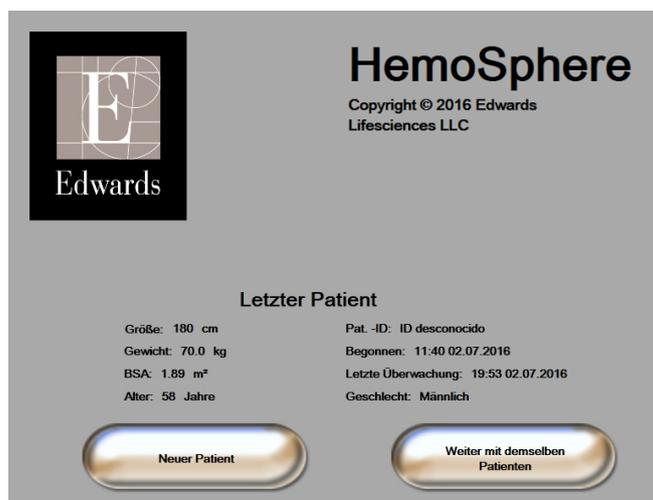

Abbildung 6-1 Bildschirm „Neuer Patient“ oder „Weiter mit demselben Patienten“
Nach dem Einschalten des Systems hat der Anwender die Möglichkeit, die Überwachung des letzten Patienten fortzusetzen oder die Überwachung eines neuen Patienten zu starten. Siehe Abbildung 6-1 unten.
- 1 Nach dem Einschalten des Monitors wird der Bildschirm „Neuer Patient oder weiter mit demselben Patienten“ angezeigt (Abbildung 6-1). Tippen Sie auf die Schaltfläche **Neuer Patient** und fahren Sie mit Schritt 6 fort.
Die ausgewählte **CO/Druck-Mittelungszeit** wirkt sich auf die Mittelungszeit und die Aktualisierungsrate der Anzeige von CO und anderen Parametern aus. In Abbildung 6-1 unten wird aufgeführt, wie sich die Auswahl der Mittelungszeit auf die Aktualisierungsraten der jeweiligen Parameter auswirkt.